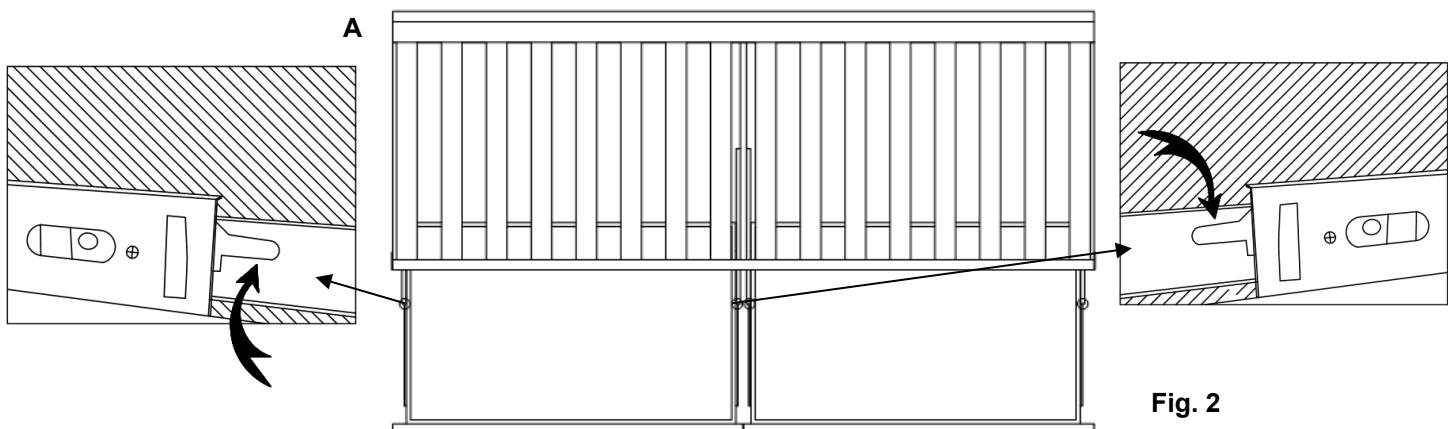

Fig. 2
36. Ubicado cerca de la guía de rodamientos de bola se encuentra una palanca de plástico IZQUIERDA. Levantarla y empujar la palanca plástica del lado DERECHO simultáneamente para poder extraer el cajón. Ver la **Fig. 2**.